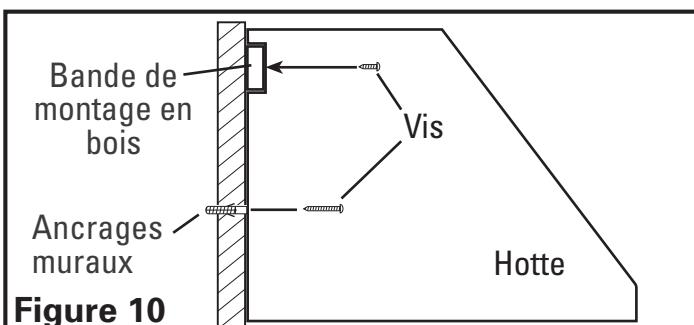

Figure 10
- Faire reposer la cavité sur le côté arrière de la hotte sur la bande de bois et fixer à la bande de bois avec les vis de 1,9 cm comprises au travers des trous dans l'arrière de la hotte qui s'alignent avec la bande de bois (utiliser les 6 vis pour les largeurs de 76,2 et de 91,4 cm et 8 vis pour les largeurs supérieures). Fixer le bas de la hotte en installant les vis fournies avec les ancrages muraux (Figure 10).